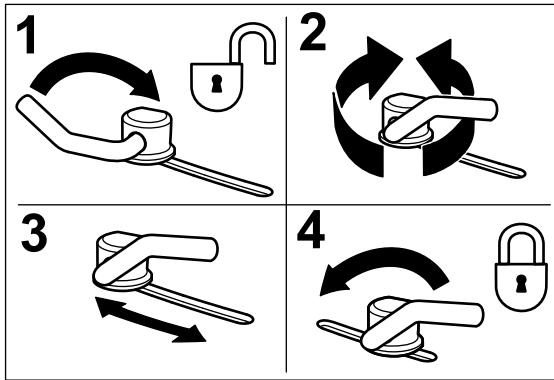

図 13
1. カムロックは、レバーをゆるめて調整する(図 13)。
3. 調整ができたらレバーを締めてバッフルとカムロックを固定する。(図 13)